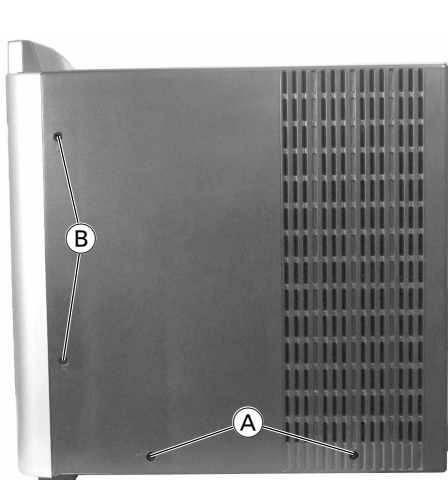

Fig. 1
- 5 Schrauben (A) (Fig. 1, 2, 3) herausdrehen.
- 8 Schrauben (B) (Fig. 1, 2, 3) herausdrehen.
- Undo 5 screws (A) (Fig. 1, 2, 3).
- Undo 8 screws (B) (Fig. 1, 2, 3).